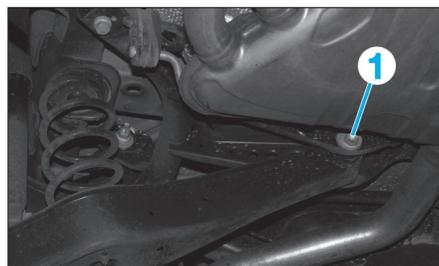

Fig. 2
- Desserrer l'écrou puis tourner l'excentrique (1) pour régler le parallélisme. (Fig.2).